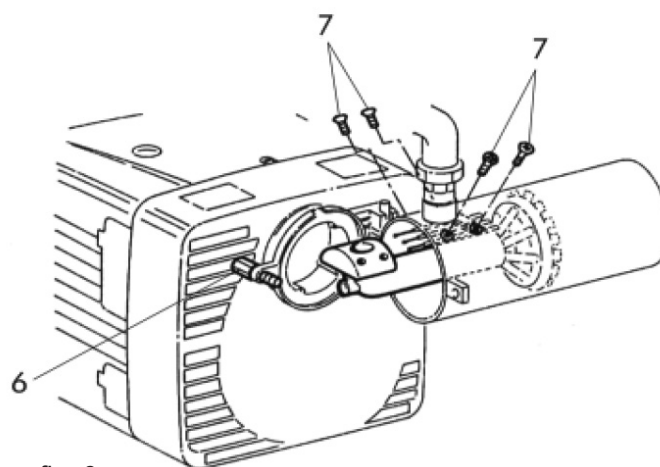

fig. 6
- Pour accéder au tuyau d'alimentation et aux électrodes, enlever la vis charnière 6 et les vis 7 (fig.6).